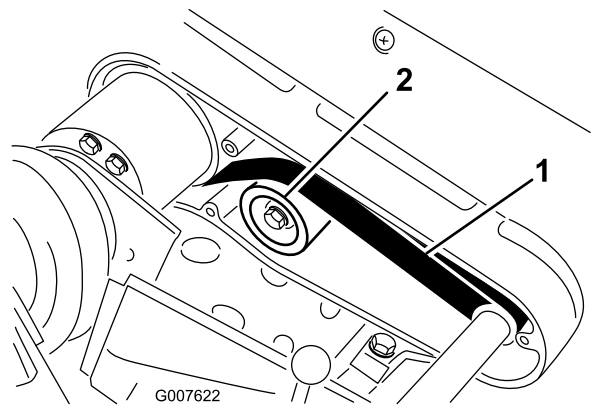

Figura 39
- A. Afloje la tuerca de montaje de la polea tensora y pivote la polea tensora en sentido horario contra la parte trasera de la correa, hasta obtener la tensión deseada (Figura 39).
2. Compruebe la tensión presionando la correa en el punto intermedio entre las poleas (Figura 39) con una fuerza de 22 a 26 N.